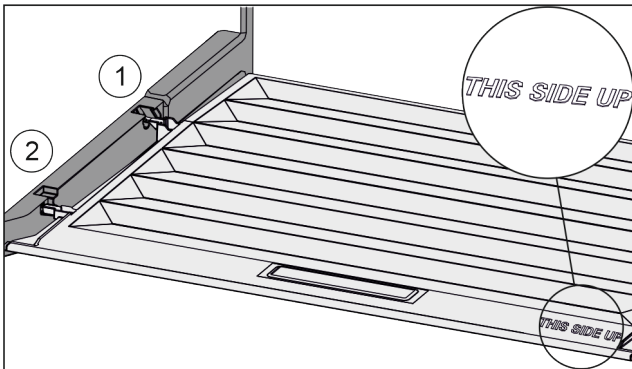

Fig. 85
- ▶ Vie kannen korokeosa takimmaisessa kiinnittimessä Fig. 85 (1) olevan aukon kautta sisään ja kiinnitä se edessä kiinnittimeen Fig. 85 (2).